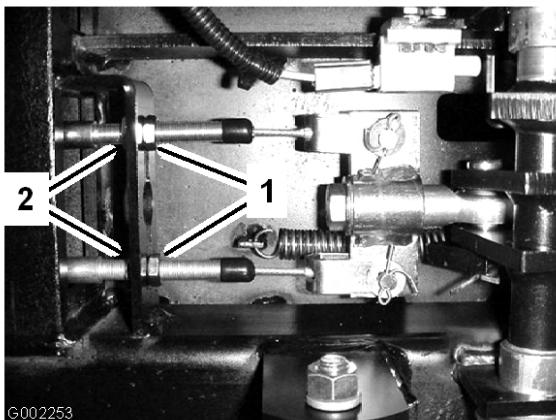

Figure 55
5. Desserrez les écrous avant sur les câbles de frein, sous l'extrémité avant du pulvérisateur (Figure 55).
6. Serrez les écrous arrière uniformément jusqu'à ce que la pédale s'enfonce de 1 à 2 cm avant que vous sentiez une résistance (Figure 55).